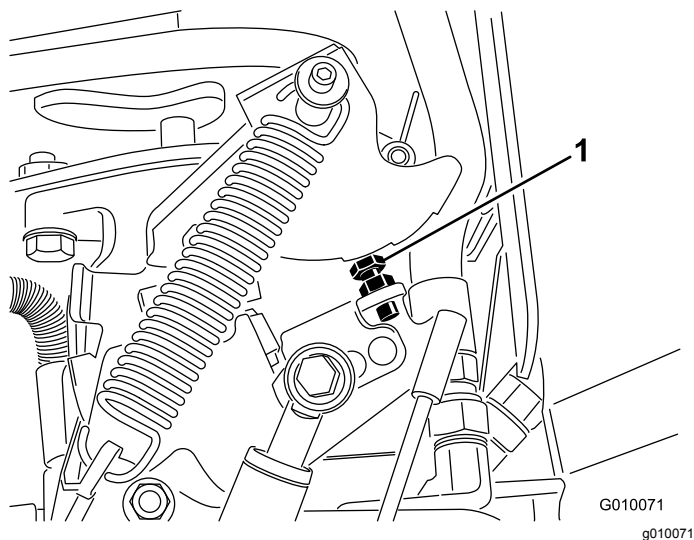

Figure 70
6. Si un réglage est nécessaire, vissez le boulon de butée de la pompe (Figure 70) pour le rapprocher de la plaque de butée et réduire l'espacement des trous ou dévissez-le pour l'éloigner de la plaque de butée et augmenter l'espacement des trous.